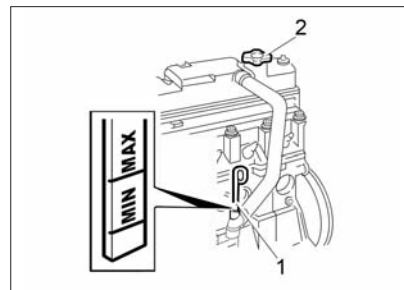

Рис. 45. Проверка уровня масла в картере двигателя 8-клапанного двигателя
Уровень масла проверяется на холодном неработающем двигателе при нахождении автомобиля на горизонтальной поверхности. Уровень должен находиться между метками **MIN** и **MAX** указателя уровня масла 1 (рис. 45) или между верхним и нижним краями рифленой поверхности указателя 1 (рис. 45а) в зависимости от модели двигателя. При необходимости доливка масла (см. приложение 1) производится через горловину, закрываемую пробкой 2.
Рис. 45а. Проверка уровня масла в картере двигателя 16-клапанного двигателя
Проверку уровня масла выполняйте на остывшей коробке передач. Уровень масла должен быть между двумя метками указателя 1 (рис. 45б) уровня масла. Доливку масла проводите небольшими порциями через отверстие, закрываемое указателем уровня масла.
**Рис. 45б. Проверка уровня масла в коробке передач**
**В варианном исполнении** при комплектации автомобиля механической коробкой передач с тросовым приводом управления уровень масла должен быть по нижней кромке контрольного отверстия 1 (рис. 45в). Доливку мас-
**Рис. 45в. Проверка уровня масла в коробке передач (в варианном исполнении)**